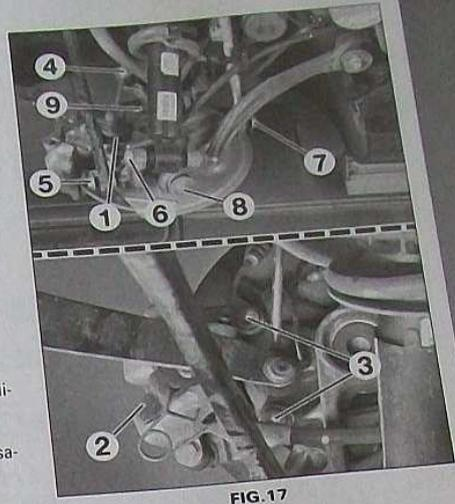

FIG. 17
- Déposer le capteur de vitesse de roue ABS (1) (Fig.17).
- Désaccoupler le câble de frein à main (2).
- les fixations (3) de l'étrier de frein.
- la fixation (4) supérieure de biellette de barre stabilisatrice.
- la fixation (5) de bras de suspension inférieur.
- la fixation (6) d'amortisseur arrière.
- la fixation (7) de biellette de réglage.